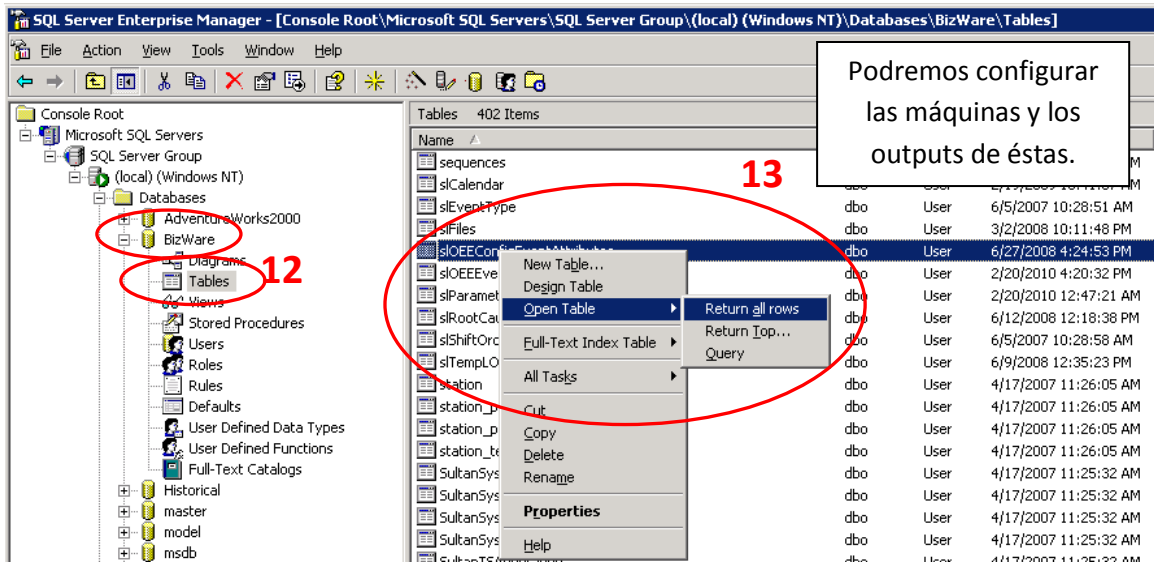

Imagen 66
13. - buscar la tabla **slOEEConfigEventAttributes**. Hacer clic con el botón derecho y elegir **Open Table**→**Return all rows**: (**Imagen 66**)